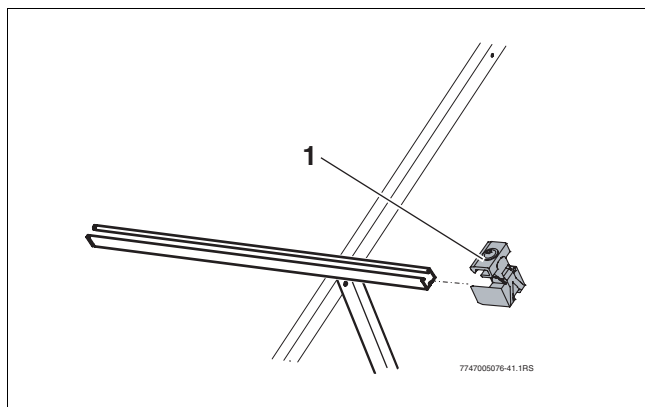

Fig. 51 Deslizar la sujeción sencilla del captador
- ▶ Deslizar la sujeción sencilla (→ Fig. 51, [1]) del captador en el extremo derecho del campo del captador en los perfiles de cubierta plana/tejado inclinado hasta que encaje en el primer agujero alargado del perfil.